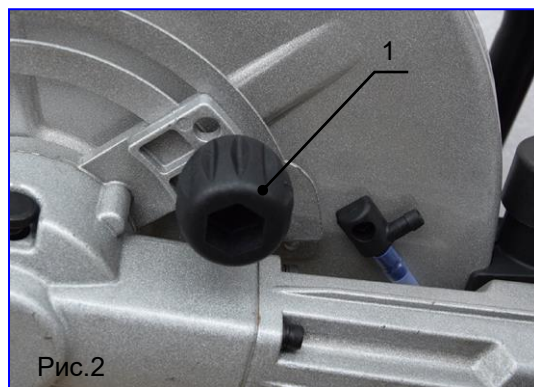

Рис.2
- Перед началом работы отрегулируйте защитный кожух диска так, чтобы искры и мусор из-под диска отлетали в сторону, противоположную от оператора. Отрегулировать защитный кожух диска можно, ослабив фиксатор (поз.1, рис.2). После того как защитный кожух диска будет отрегулирован, зафиксируйте его, надёжно затянув фиксатор. Не работайте инструментом, если защитный кожух диска повреждён, отсутствует, неправильно установлен или не может быть зафиксирован в правильном положении.